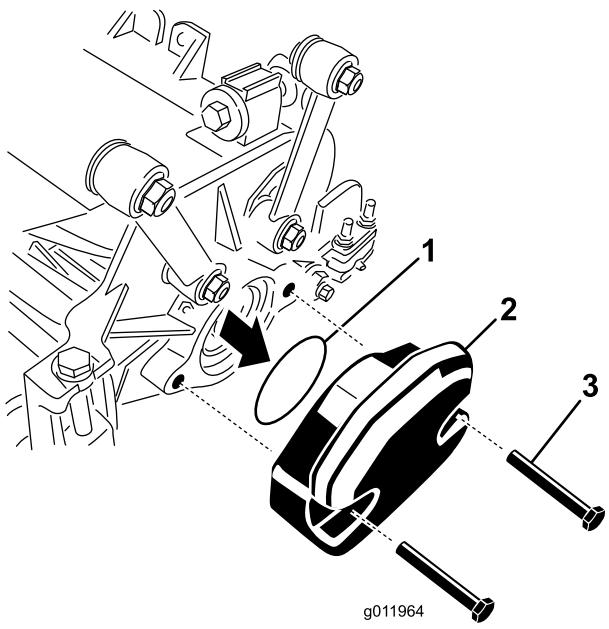

図 6
- 3番のカッティングユニットでは、カウンタウェイトをカッティングユニットの左側に固定しているキャップスクリュ2本を外してウェイトを取り外す図6。